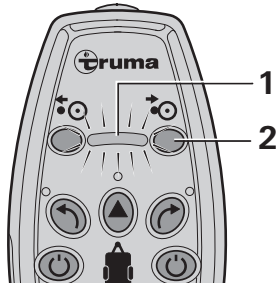

Figure 3
- Appuyer pendant env. 5 sec sur la touche (figure 3 - 2) de la télécommande et la relâcher ensuite. Le rouleau d'entraînement se met en position de plaquage. L'indicateur (Fig. 3 - 1) clignote pendant le processus.